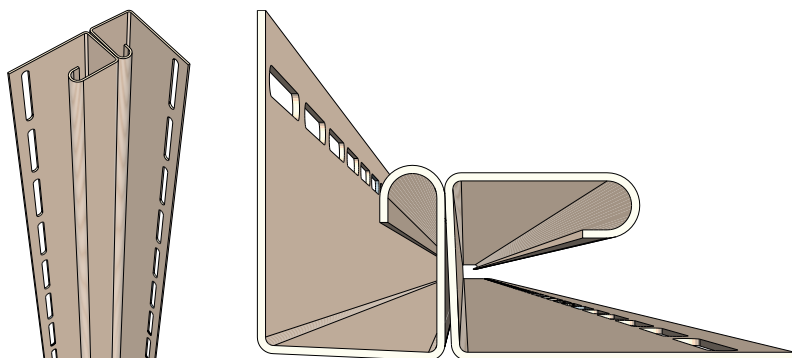

Рисунок 38
- 13.1** Для обрамления внутреннего угла нужно использовать два J-профиля универсальных 7/8 (Рис. 38). Смонтируете внутренний угол, состоящий из двух J-профилей 7/8, вывесив его в верхней части, согласно пункту 6.7, с соблюдением общих правил монтажа. Монтаж аналогичен наружному углу Пункт 11.